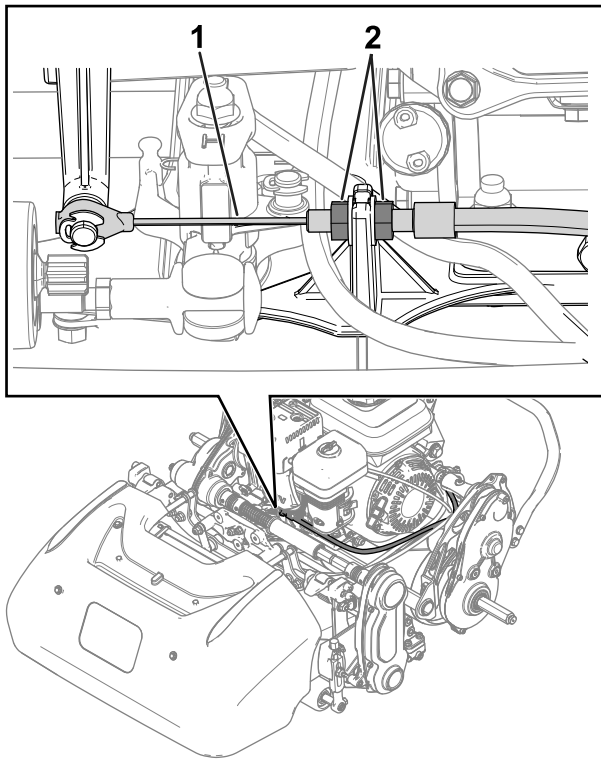
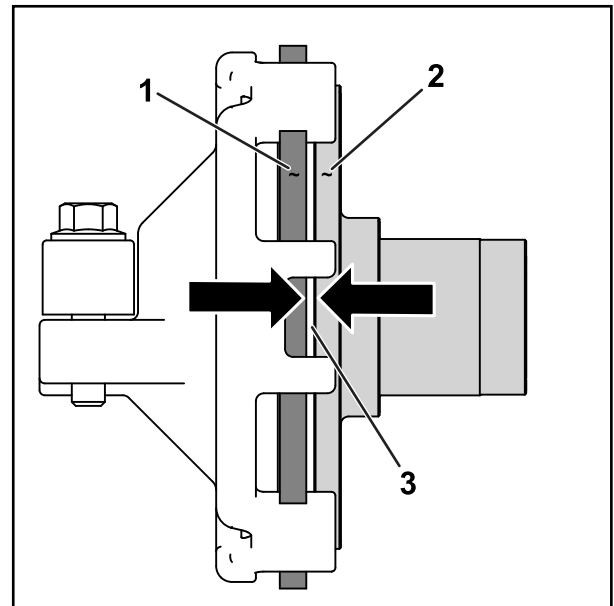

Bild 30
Bild 31
2. Lösen Sie die Sicherungsmuttern und stellen Sie den Antriebsbowdenzug so ein, dass ein Spalt von 1.1 mm zwischen der Reibscheibe und der Druckplatte (Bild 30 und Bild 31) besteht.